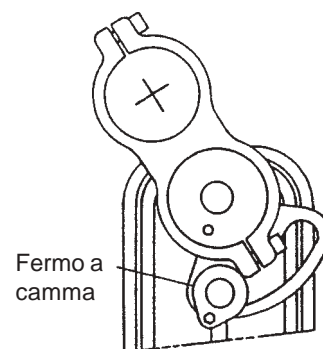
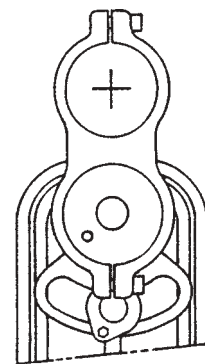

Figura 2
Figura 3
5. Durante le perforazioni vicino al margine della superficie di lavoro, potrebbe essere necessario avvicinare il punto di taglio al bordo della ventosa. Utilizzando la chiave esagonale da 5 mm., allentare l'apposito fermo a camma, ruotare sulla posizione desiderata e serrare, come mostrato in figura 2. Una volta completato il lavoro di perforazione, riportare il punto di taglio in corrispondenza dell'asse centrale, come mostrato in figura 3. È questa la posizione ottimale per la massima aderenza.